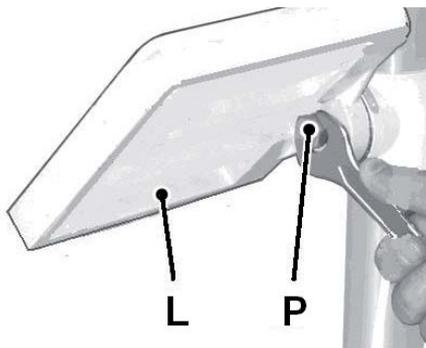

Рис. 4
- Послабте шестигранний гвинт (Р, Рисунок 4), щоб повернути стіл.